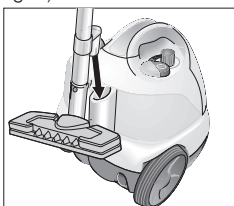

Fig. 8: Posición de estacionamiento
- Si se interrumpe brevemente la limpieza, puede colocar el tubo de prolongación, con la boquilla montada, en la posición de estacionamiento (véase la fig. 8).